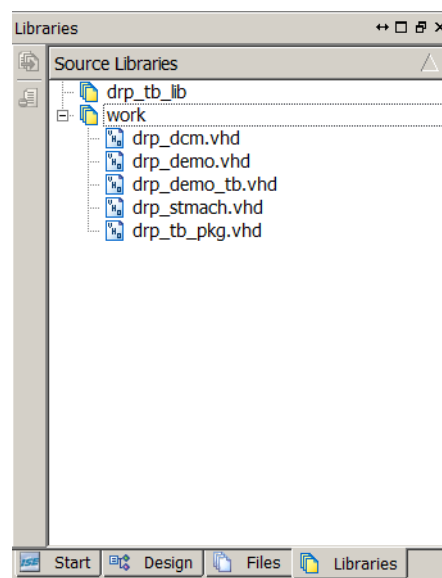

図 2-5 : [Libraries] パネル
2. [work] ライブラリを展開表示します (図 2-5)。